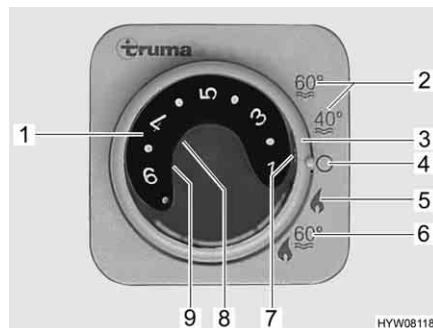

Fig. 142 Centralina di controllo per riscaldamento/boiler
- Impostare la modalità di funzionamento tramite l'interruttore girevole (Fig. 142,3).
A seconda della temperatura ambiente desiderata, il riscaldamento seleziona automaticamente il livello del bruciatore necessario. Al raggiungimento della temperatura ambiente desiderata, il bruciatore si spegne. Durante la modalità di funzionamento "Riscaldamento e boiler" (Fig. 142,6) è riscaldata anche l'acqua nel boiler. Nella modalità di funzionamento "Riscaldamento senza boiler" (Fig. 142,5) è possibile far funzionare il riscaldamento con il boiler vuoto.
- Impostare la manopola della temperatura (Fig. 142,1) sulla centralina di controllo scegliendo la potenza desiderata.
- Posizionare l'interruttore girevole (Fig. 142,3) su funzionamento invernale "Riscaldamento senza boiler" (Fig. 142,5) o "Riscaldamento e boiler" (Fig. 142,6).
Si accende la spia verde di controllo (Fig. 142,7).
- Posizionare l'interruttore girevole (Fig. 142,3) su "O" (Fig. 142,4).
La combinazione funzionamento a gas e funzionamento elettrico a 230 V diminuisce il tempo di riscaldamento (è possibile solo se il riscaldamento viene impostato sulla centralina di controllo (Fig. 142) su funzionamento invernale).